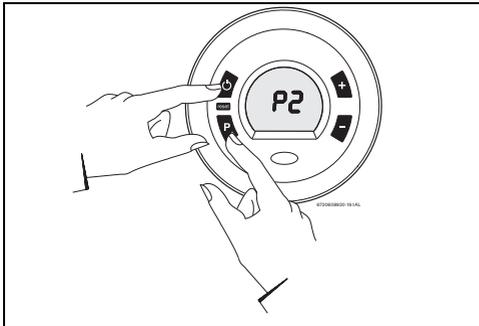

Fig. 45
- ▶ Appuyer, de manière continue, sur la touche de programmes et appuyer sur l'interrupteur principal MARCHE/ARRÊT pour allumer l'appareil (Fig. 45).